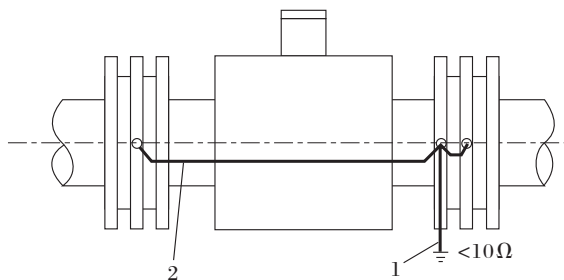

图13 在塑料管道或有绝缘衬里的管道上安装时的接地示意图
- 传感器在塑料管道上或在有绝缘衬里的管道上安装，传感器的两端应安装接地环、或接地法兰、或带有接地电极的短管，见图13。